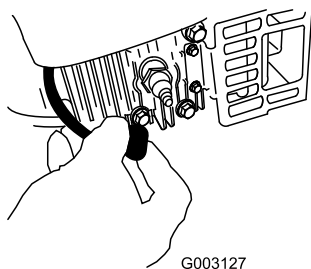

Bild 33
2. Ziehen Sie das Zündkabel von der Zündkerze ab, bevor Sie Wartungsarbeiten ausführen (Bild 33).